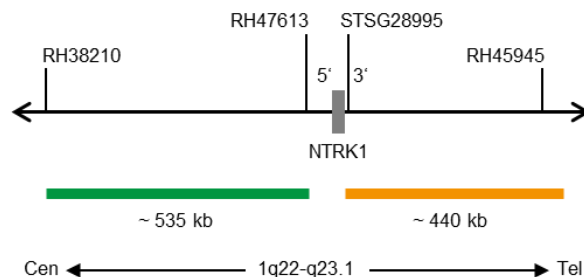

Fig. 1: SPEC NTRK1 Mapa da sonda (não à escala)
- Polinucleótidos marcados com ZyGreen (excitação 503 nm/emissão 528 nm) (~10 ng/μl), que têm como alvo sequências mapeadas em 1q22-q23.1* (chr1:156,245,849-156,781,745) proximais à região do ponto de quebra NTRK1 (ver Fig. 1).
- Polinucleótidos marcados com ZyOrange (excitação 547 nm/emissão 572 nm) (~4,5 ng/μl), que têm como alvo sequências mapeadas em 1q23.1* (chr1:156,854,527-157,296,918) distal à região do ponto de quebra NTRK1 (ver Fig. 1).